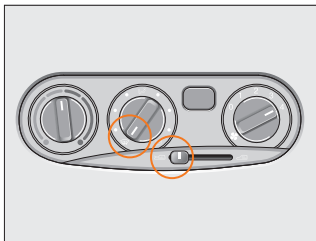

Рис. 60. Вентиляция салона
**Вентиляция салона (рис. 60).** В крайнем левом положении  рычага управления заслонкой наружный воздух поступает в салон автомобиля: